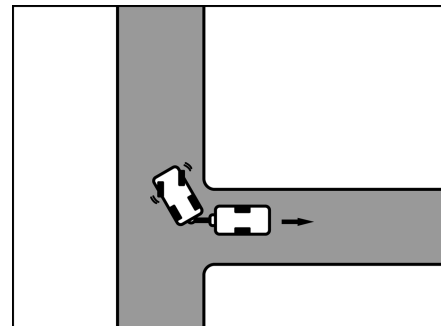

Fig. 12 Girar el volante hacia la derecha
- Girar el volante hacia la derecha y desplazarse hacia atrás con precaución (Fig. 12).